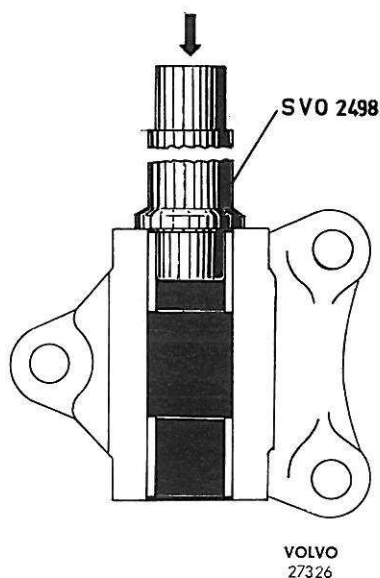

Figure 64. Montage des bagues
- c. Concerne le modèle comme indiqué sur la figure 39. Enfoncer les bagues jusqu'à 0,3-0,5 mm en dedans du plan extérieur en se servant du mandrin. SVO 2498, voir figure 64. Réalésier les bagues avec l'alésoir SVO 4153. Nettoyer soigneusement.